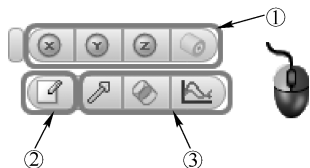

图 3-18 平面任务
(3) 平面任务 (在“结果”选项卡中)
- 调整平面方位 (图 3-18 中①)。
- 修改外观 (图 3-18 中②)。
- 打开“平面”工具: 矢量设置、XY 曲线图和统计 (图 3-18 中③)。